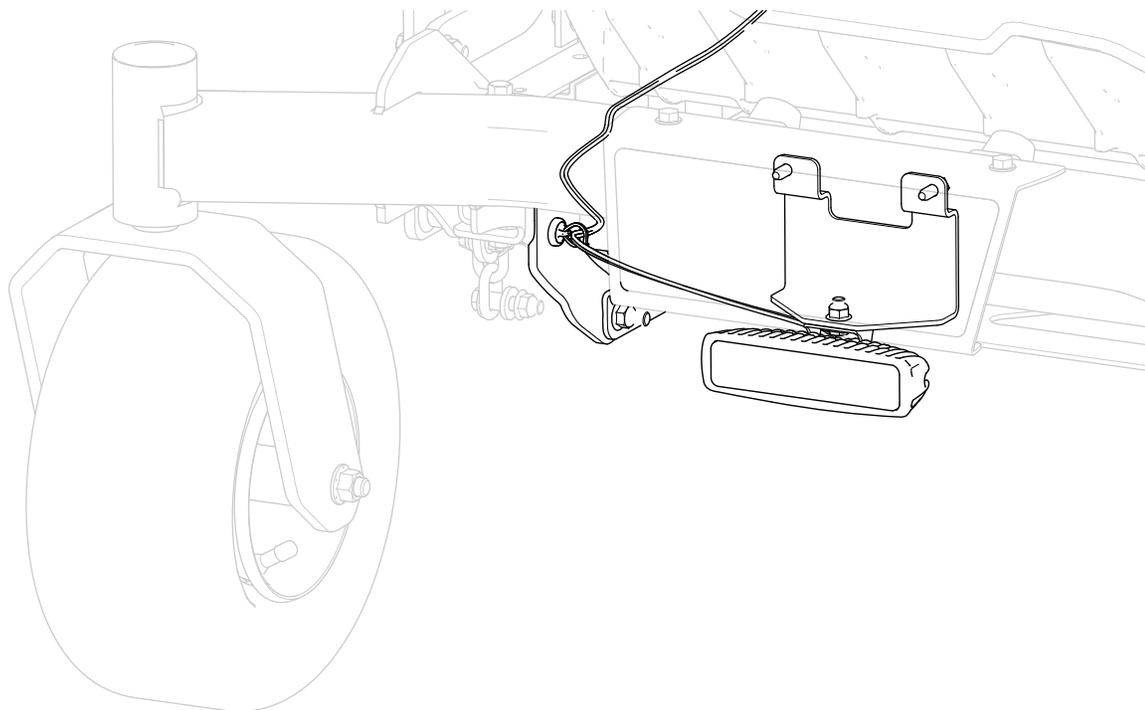

Figure 11
6. Depuis l'avant de la machine, acheminez le faisceau le long du côté droit de la machine et attachez le support de serre-câble magnétique à la plaque de pivot droite (Figure 11).